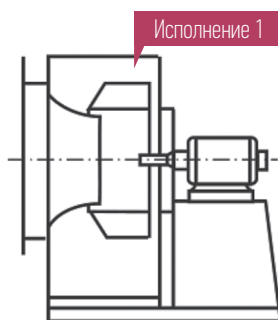

Рис. 2
- По типу соединения приводного электродвигателя с рабочим колесом вентиляторы различают по исполнениям 1, 3, 5 (см. каталог вентиляторов общего и специального назначения). Все радиальные вентиляторы производства НЭМЗ «ТАЙРА» для противодымной вентиляции исполнения 1 – непосредственной посадкой рабочего колеса на вал двигателя (рис. 2):